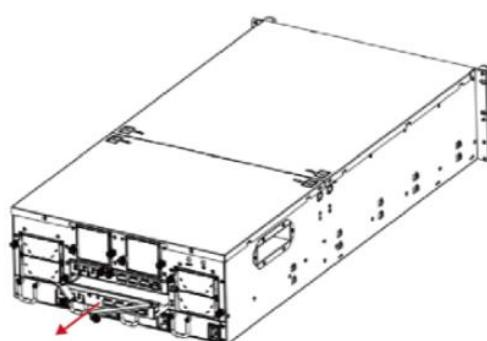

Рисунок 86 - Демонтаж модуля Expander
- 3) Удерживать рычаг, чтобы вытащить экспандера из корпуса модуля хранения (см. Рисунок 86).